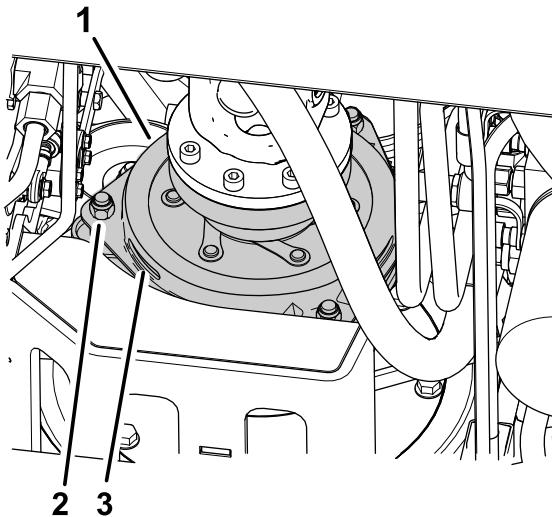

Figura 80
3. Ajuste la holgura hasta que pueda deslizar una galga de 0,3 mm entre la guarnición del embrague y la placa de fricción con una ligera presión (Figura 80).
**Nota:** La holgura puede reducirse girando las tuercas de ajuste en sentido horario (Figura 80). La holgura máxima es de 0,6 mm. Ajuste las 3 holguras a 0,4 mm.